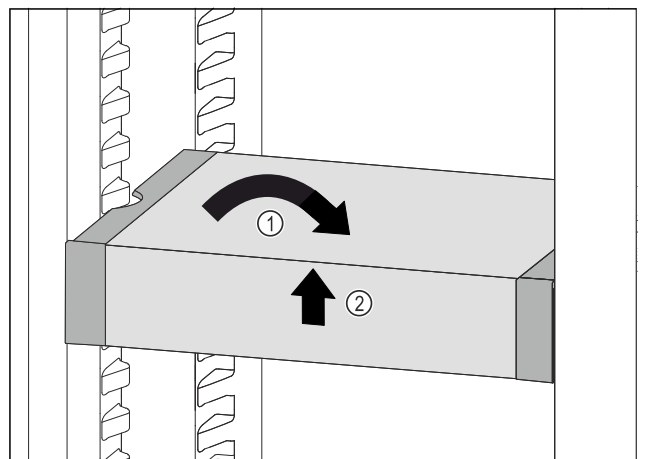

Fig. 94
- ▶ Plasser VarioSafe rett. Fig. 94 (1)
- ▶ Løft VarioSafe opp i forkant. Fig. 94 (2)